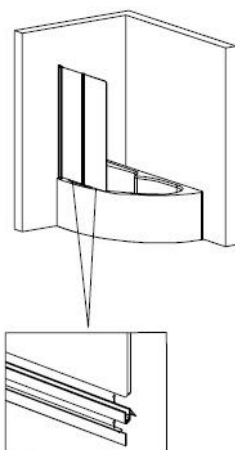

Fig.4
3. (Fig. 4) Należy zamocować gumową uszczelkę na dole parawanu.